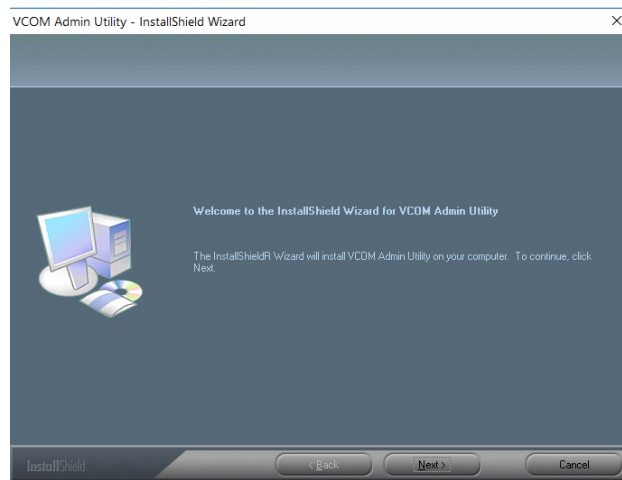

Figura 5-1-1:Instalación de la utilidad VCOM
1. Cuando ejecute el instalador de VCOM, aparecerá una ventana de bienvenida como se muestra en Figura 5-1-1. Presione siguiente para continuar.